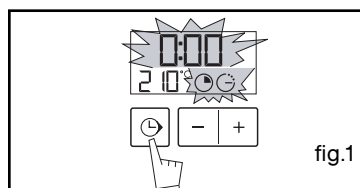

fig.1
L'affichage clignote à 0h00 pour indiquer que le réglage est alors possible (fig. 1).
- Appuyez sur la touche "⌚" (fig.1) jusqu'à faire clignoter le symbole minuterie
- Réglez et validez l'heure de votre programmeur à 0h10 (fig.1).